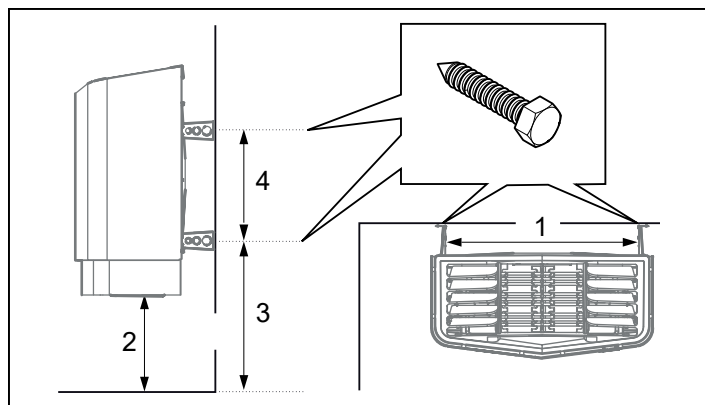

Figure 18 : Dimensionnement
6. Positionnez les vis de supports en fonction du dimensionnement indiqué (voir figure 18).